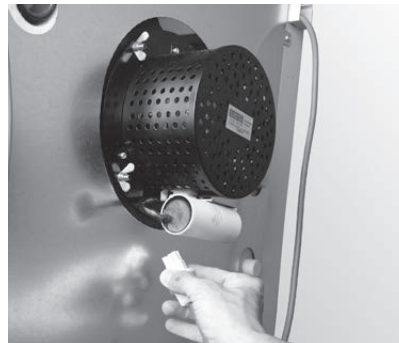

Fig. 58 Gebläsestecker abziehen und Flügelmuttern entfernen
- ▶ Gebläsestecker abziehen – Fig. 58.
- ▶ Flügelmuttern bei Gebläseeinheit entfernen – Fig. 58.